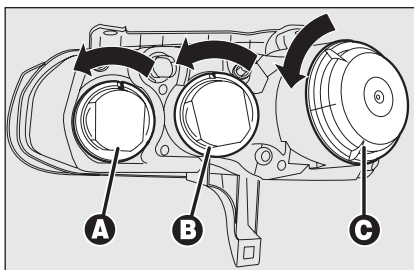

fig. 25
La disposition des ampoules du groupe optique **fig. 25** est la suivante:
- tourner le couvercle dans le sens inverse des aiguilles **A-fig. 25**;
- débrancher le connecteur électrique **A-fig. 25**;
- tourner le couvercle dans le sens inverse des aiguilles **B-fig. 25**;
- tourner le couvercle dans le sens inverse des aiguilles **C-fig. 25**;